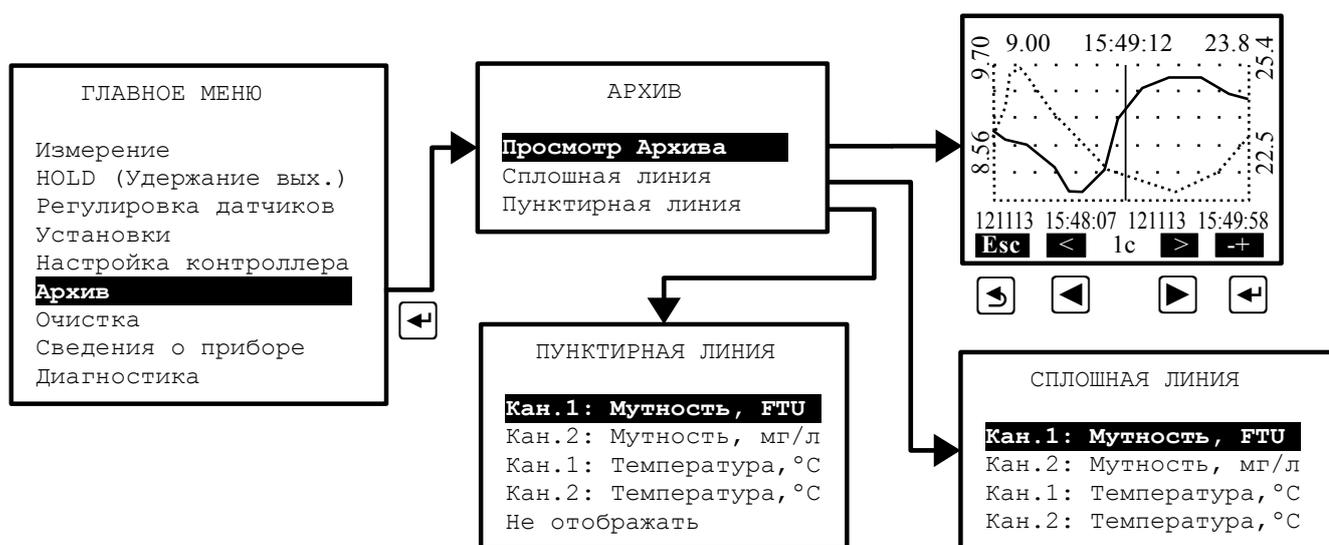

Рисунок 25 - Структура меню «Архив»
10.3.9.3 Архивные данные (кроме расхода) можно посмотреть на дисплее контроллера (Рисунок 25, Рисунок 26).